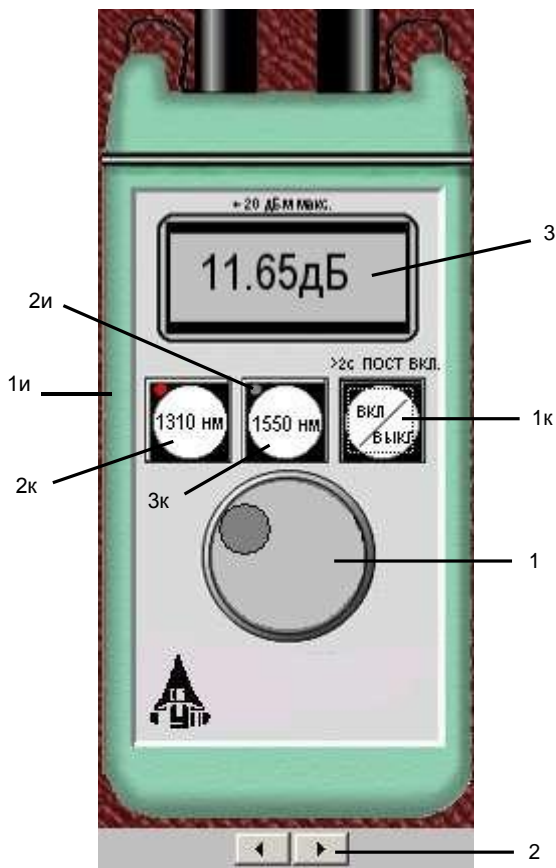

Рис. 2. Внешний вид и органы управления оптического аттенюатора
ОА (рис. 2) предназначен для внесения в волоконно-оптический тракт на данной длине волны известного регулируемого затухания от $a = 3$ до 60 дБ с разрешающей способностью $\Delta a = 0.05$ дБ. Воспроизводимость установленной величины затухания ± 0.1 дБ. Максимальный входной уровень ОА при котором сохраняются параметры ОА составляет +20 дБм (100 мВт). Затухание устанавливается с помощью вращающейся рукоятки (1), которая позволяет изменять затухания в указанных пределах за 20 оборотов. Рукоятку можно поворачивать непосредственно с помощью «мыши» или с помощью нажатия «мышью» двух клавиш (2), расположенных на экране дисплея ниже ОА. Величина установленного затухания отображается на буквенно-цифровом жидкокристаллическом индикаторе (ЖКИ) (3). При выключении питания установленная величина затухания сохраняется, а при вращении рукоятки при выключенном питании величина затухания изменяется, но ее величина измерителю без включения питания не известна.